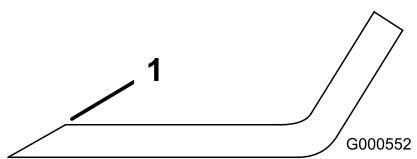

Figura 82
1. Utilice una lima para afilar el filo de corte en ambos extremos de la cuchilla (Figura 82).
Nota: Si la cuchilla no está equilibrada, rebaje algo el metal en la parte de la vela solamente con una lima (Figura 82).